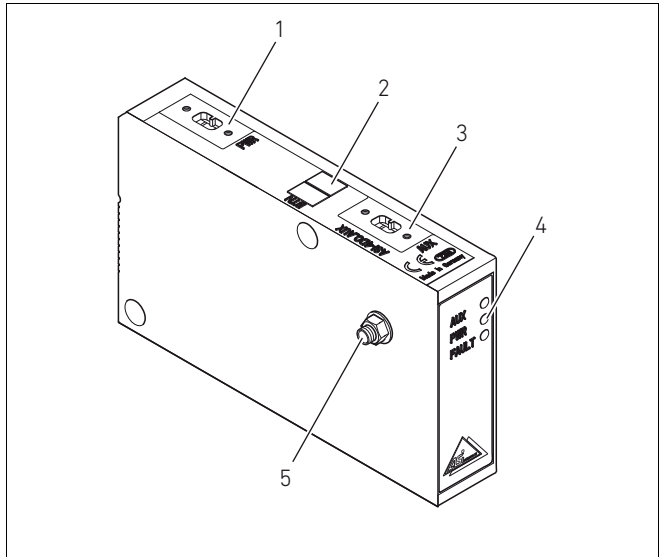

Fig. 5: Acoplador de bus, ejemplo 4DO-AUX
Opcionalmente la conexión FE (2) puede realizarse en la placa final E, o directamente en el AS-i (véase Fig. 4 en la página 183 y Fig. 5 en la página 184).
- ▶ Para ello, desatornille el tornillo para la conexión FE (1) de la placa final EP del VS y atornillelo en la conexión FE (2) de la placa final E o directamente en el AS-i. A continuación, establezca allí la conexión a tierra.
- ▶ Coloque la puesta a tierra en la conexión FE (2) de la placa final E o directamente en el acoplador de bus (véase Fig. 4 en la página 183 y Fig. 5 en la página 184).